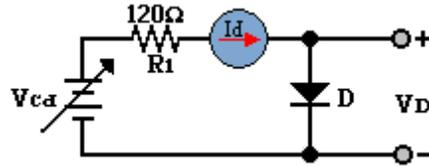

Figura 2.1
- Arme el circuito de la figura 2.1.
2. Diga qué función tiene R_1 en el circuito de la figura 2.1.